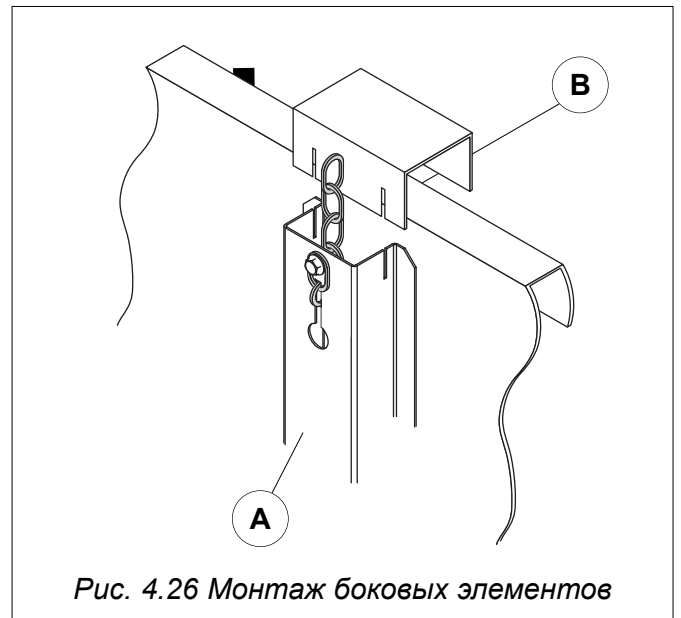

Рис. 4.26 Монтаж боковых элементов
- 7) Зафиксируйте боковые элементы фиксатором. (см. рис. 4.26)
Для прикрепления боковых элементов к стремени вырез стремени (А) и вырез (В) U-образного фиксатора соедините вместе, как показано на рис. 4.26.